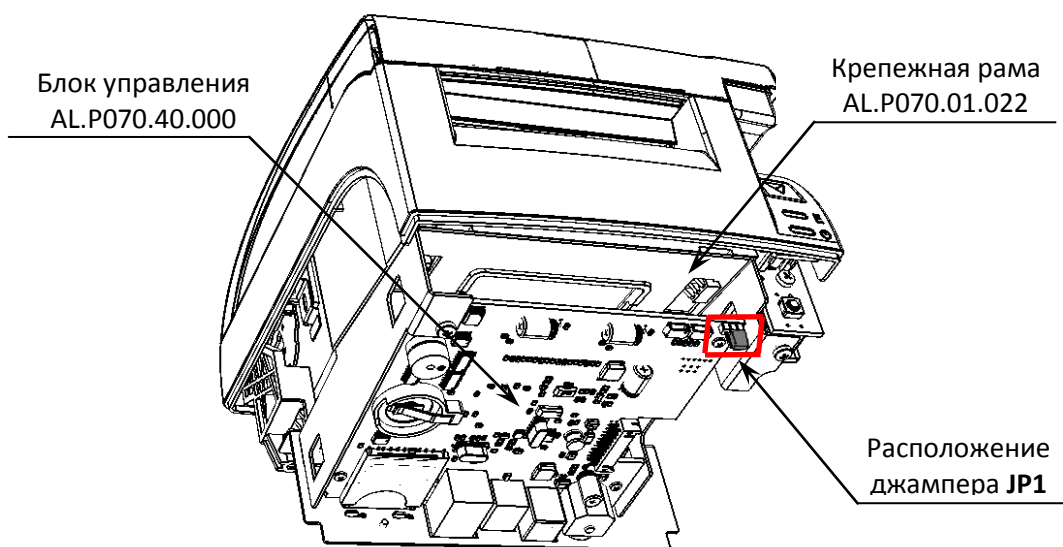

Рисунок 25. Расположение блока управления в корпусе изделия
2. Демонтировать корпус ККТ, получить доступ к БУ. Блок управления зафиксирован в крепежной раме, которая в свою очередь прикреплена к нижней части корпуса изделия (смотрите рисунок 25).